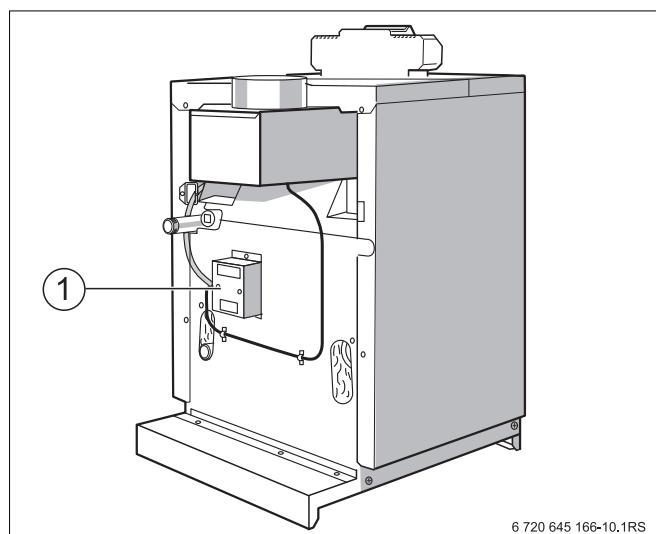

Рис. 21 Расположение блока управления на Logano G334 WS
- Закрепите двумя прилагаемыми винтами блок управления (Рис. 21, **поз. 1**) системы контроля дымовых газов.